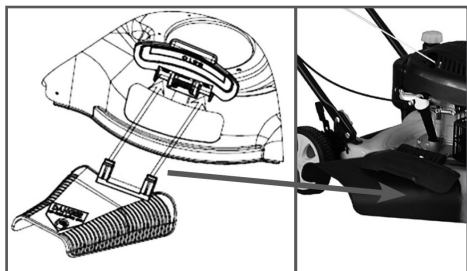

Рис. 5 Установка желоба бокового выброса
2. Мульчирование. Для режима бокового выброса травы установите желоб бокового выброса (Рис. 5).